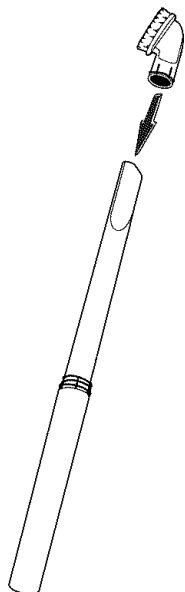

FIG. 10
**Step 1:** To use accessories, place desired accessory into the end of the hose or wand (FIG.10).
**Étape 1 :** Connectez l'accessoire désirée au bout du tuyau ou de la rallonge (FIG. 10).
**Paso 1:** Coloque el accesorio deseado en el extremo de la manguera o el tubo (FIG. 10).